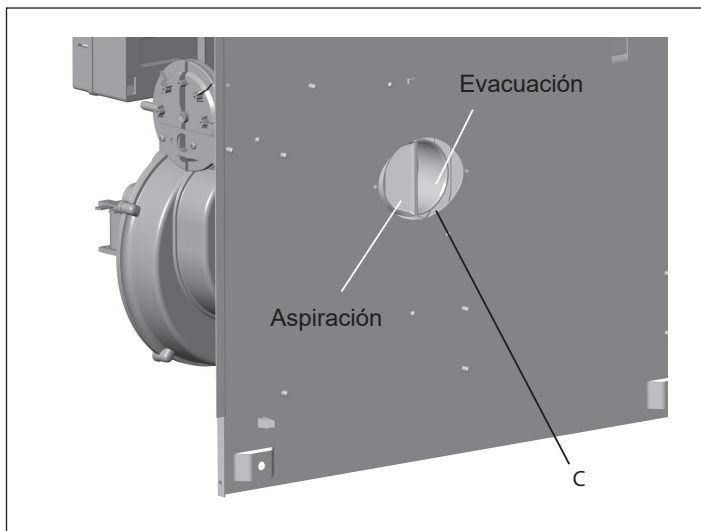
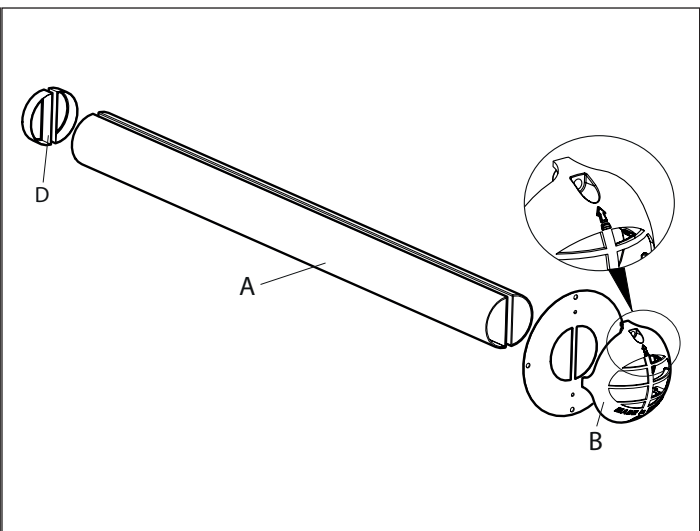
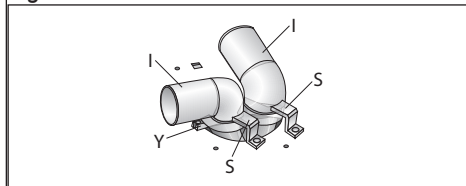

Fig. 9
Fig. 10
Fig. 16
Con relación a la Fig. 9, la aspiración está a la izquierda y la evacuación a la derecha.
- Montar las juntas de estanqueidad **D** en las tuberías **A** e introducir las así ensambladas en los manguitos **C** del aparato con la ayuda de un agente deslizante (véase Fig. 9 y Fig. 10). Prestar atención a que las juntas estén insertadas correctamente y no obstaculicen el paso de aire y humos.
Para identificar la aspiración y la descarga, consulte Fig. 9 y Fig. 10.
- Con la ayuda de un agente deslizante introducir la reducción **F** en el manguito **C** (Fig. 9) fijándola con el tornillo **Y** (suministrado) al fondo del aparato (Fig. 16).
- Las curvas **I** deben fijarse al fondo con los específicos sostenes **S** suministrados con el KIT de separación (Fig. 16).